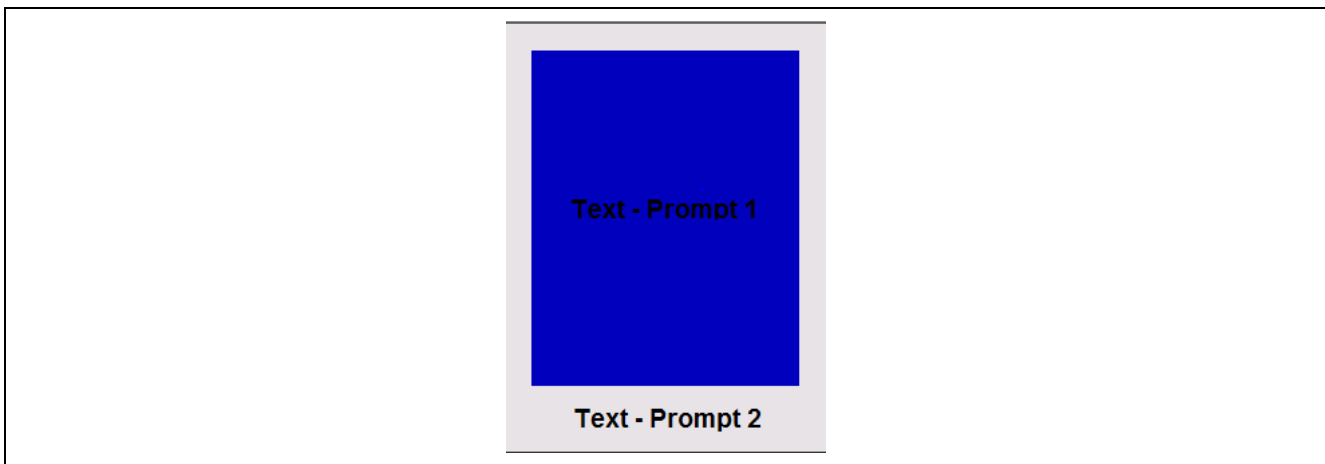

図 7.6 Window2
- B. 図 7.6 に、[Window2] を示します。このウィンドウには 2 つの要素があります。